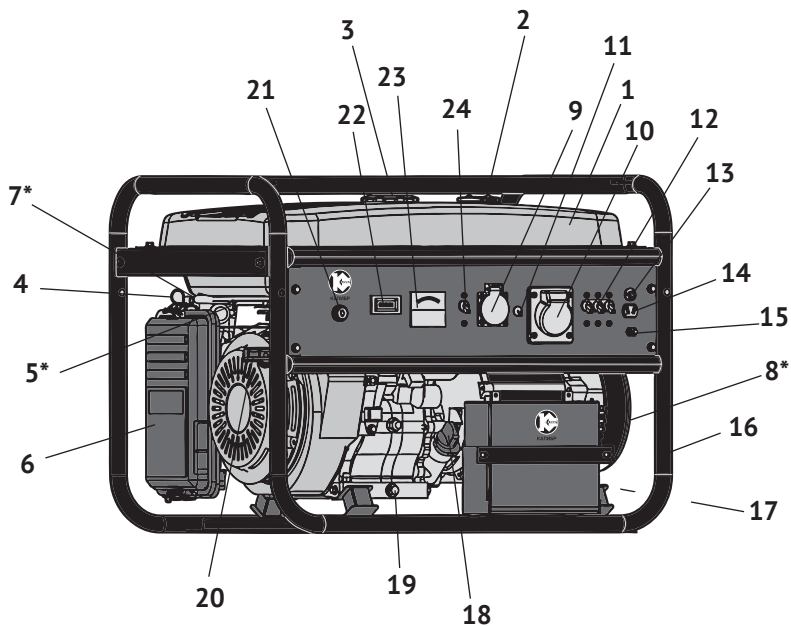

рис.1
ратора. Передача осуществляется через коническое сопряжение ротора генератора и вала двигателя. При этом образуется самоцентрирующаяся трёхопорная схема соединения. С обмоток статора генератора напряжение подводится: через систему стабилизации на розетки переменного тока: однофазного, 230В (рис.1 поз.9) и 3-х фазного, 380В (рис.1 поз.10); через выпрямительный блок на розетку постоянного тока (рис.1 поз.14).
2.4 Общий вид бензогенератора представлен на рис.1
3.2 Бензогенератор оснащён одноцилиндровым четырёхтактным двигателем внутреннего сгорания с верхним расположением клапанов и нижним расположением коленчатого вала. Верхнее расположение клапанов снижает теплонапряжённость двигателя. При этом достигается более высокая выходная мощность в меньшем рабочем объёме при эффективном сгорании топлива. Двигатель имеет карбюраторную систему питания. Смазка осуществляется разбрызгиванием масла в картере. Пуск двигателя осуществляется или ручным тросовым возвратным стартёром (рис.1 поз.20) или ключом замка зажигания (рис.1 поз.21) электрического стартера.
3.4 Двигатель и генератор закреплены на трубчатой раме (рис.1 поз.16) через амортизаторы, что снижает вибрацию аппарата и уменьшает уровень шума при работе. Все элементы бензогенератора имеют удобный доступ для обслуживания и ремонта.
4.2.3 Обеспечение требований электробезопасности: Эксплуатация бензогенератора должна производиться в строгом соответствии с требованиями «Правил техники электробезопасности при эксплуатации электроустановок». Электрическая сеть подключения потребителей относится к системе с изолированной нейтралью, предусматривающей защитное заземление открытых токопроводящих частей корпуса. В зависимости от местных условий (состав грунта, его влажность и т.п.) изменяется качество заземления. Во всех случаях защитное заземление должно иметь сопротивление не более 4-х Ом. Во время работы бензогенератора его клемма заземления (рис.1 поз.15) должна быть подсоединена к заземлителю. Практически это требование может быть реализовано следующими способами:
Выкрутите пробку-щуп (рис.1 поз.18) из маслозаливной горловины и залейте в картер масло необходимой марки до нижнего края горловины, как показано на рис.2. Вставьте сухой чистый щуп в горловину картера и извлеките его. Проверьте уровень масла: граница смоченной области щупа должна располагаться между отметками минимального и максимального уровней.
Открутите крышку топливного бака (рис.1 поз.2). Заливайте бензин в топливный бак не более чем на 1см ниже уровня основания заливной горловины. Перед запуском двигателя тщательно протрите крышку бензобака, удалив возможные при заправке брызги топлива.
6.1.1 Отключить всех потребителей переменного и постоянного тока от генератора. Перевести автоматический выключатель (рис.1 поз.24) в положение «ВЫКЛ».
- перевести замок зажигания (рис.1 поз.21) в положение «ВКЛ»;
- открыть топливный кран (рис.1 поз.5);
- вытянуть на себя рычаг воздушной заслонки (рис.1 поз.4) в положение «закрыто» при пуске холодного двигателя (для прогретого двигателя рычаг устанавливается в промежуточном положении);
- резко, с усилием потяните рукоятку стартёра (рис.1 поз.20) до упора, повторите действие ещё раз, если двигатель не завёлся.
- включение двигателя электрическим стартёром производится поворотом ключа замка зажигания (рис.1 поз.21) в положение «ПУСК». Поверните ключ и удерживайте, пока двигатель не заведётся. Не удерживайте ключ электростартёра более 5 сек. Если двигатель не запустился: отпустите ключ зажигания, до возврата в положение «ВКЛ.», выждите 10 сек., затем снова переведите в положение «ПУСК». После запуска двигателя отпустите ключ зажигания для обеспечения его самовозврата в среднее положение «ВКЛ.».
- перевести тумблер автоматического выключателя (рис.1 поз.24) в положение «ВыКЛ.»;
- отключить потребителей электроэнергии от розеток (рис.1 поз.9 или поз.10);
- перевести ключ замка зажигания (рис.1 поз.21) в положение «ВыКЛ.»;